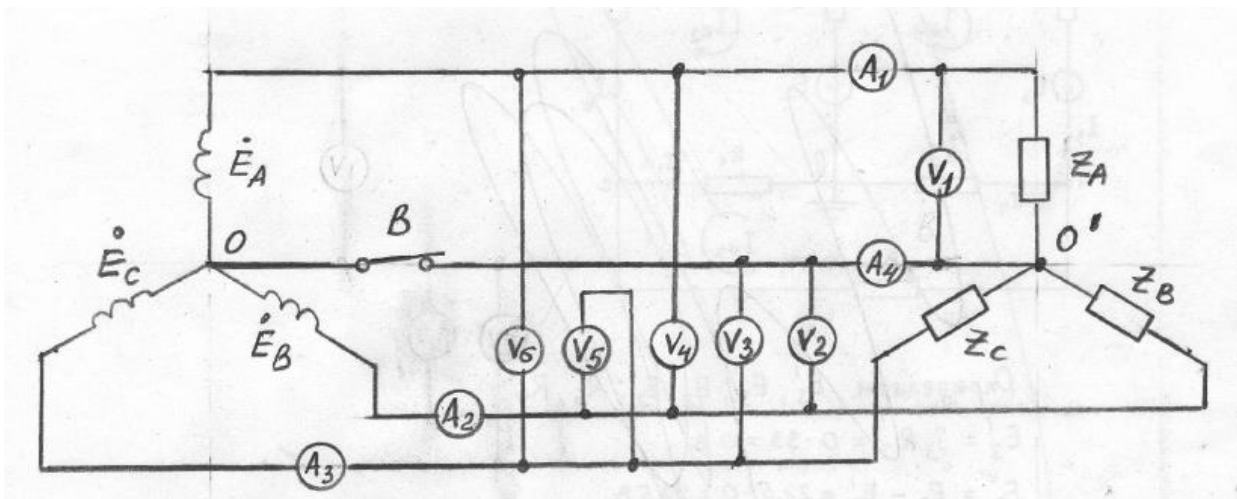

Рис. 5.1. Схема трехфазной электрической цепи
1. Собрать схему трехфазной электрической цепи, изображенной на рис. 5.1.
- На основе экспериментальных данных построить в масштабе топографическую диаграмму напряжений подобную диаграмме, изображенной на рис. 5.1.